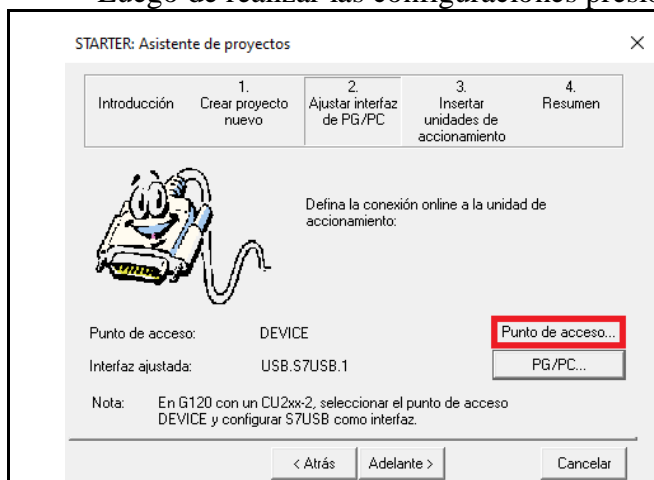

Figura 10: Ventana de ajustes de interfaz.
- 6) Después de dar clic en el botón “Adelante”, aparecerá la pestaña de **“ajustar interfaz de PG/PC”**, en esta ventana se definirá el tipo de conexión online a la unidad de accionamiento (ver Figura 10).